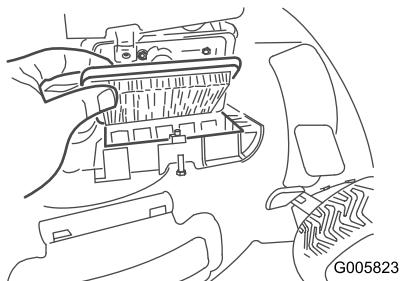

Figure 33
- Remplacez le filtre à air (Figure 33).